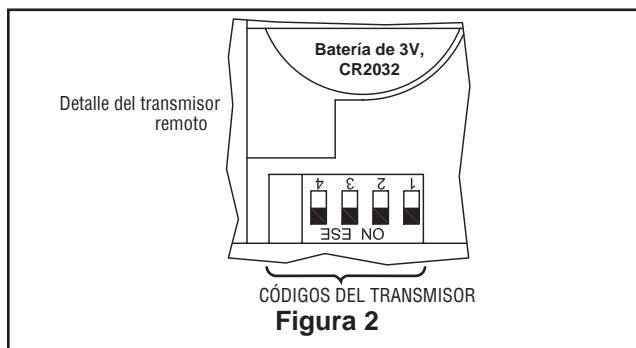

Figura 2
1. Para configurar el código del transmisor, extraiga la carcasa de la batería presionando firmemente debajo de la flecha y deslice la carcasa hasta extraerla. Mueva los interruptores de código hasta colocar el código de selección en la posición arriba o abajo. Los ajustes de fábricas vienen con todos los interruptores hacia arriba. No utilice esta posición. Con un destornillador pequeño o con una lapicera deslice firmemente hacia arriba o hacia abajo. (Figura 2)